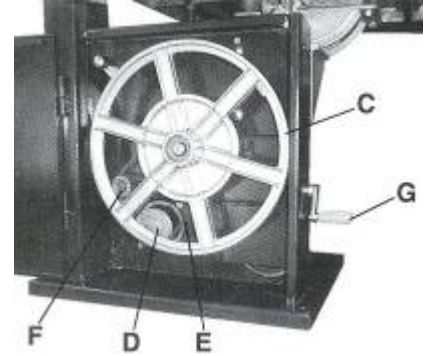

Рисунок 9.
Натяжение ремней на шкивах привода пилы осуществляется с помощью рукоятки (G рис. 9.) расположенной на нижнем кожухе ведущего колеса ленточной пилы с лицевой стороны станка. Для натяжения ремней рукоятку надо вращать против часовой стрелки, для ослабления ремней по часовой стрелке, перемещая натяжной шкив (F рис. 9.) приводного ремня.
- Вращая ручку (G рис. 9.) натяжения ремня по часовой стрелке, ослабьте натяжение приводного ремня.